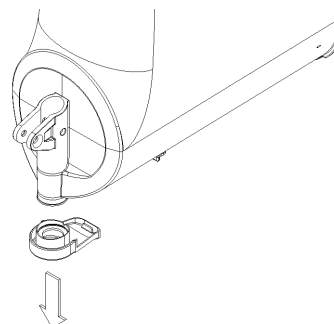

figura 8
- 7** Rimuovere dal contenitore il restrittore di flusso (vedere figura 8).